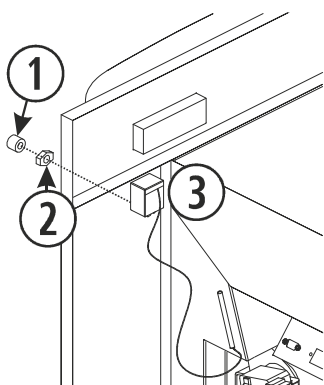

Figura 18
Se a estufa que temos for uma Eco I Insert ou Eco II, devemos fixar o termóstato de segurança no painel do equipamento. Estes já têm um orifício, através do qual inserimos o termóstato (3) conforme a figura 18, fixamo-lo no painel com uma porca (2) e, por fim, enroscamos a tampa (1).